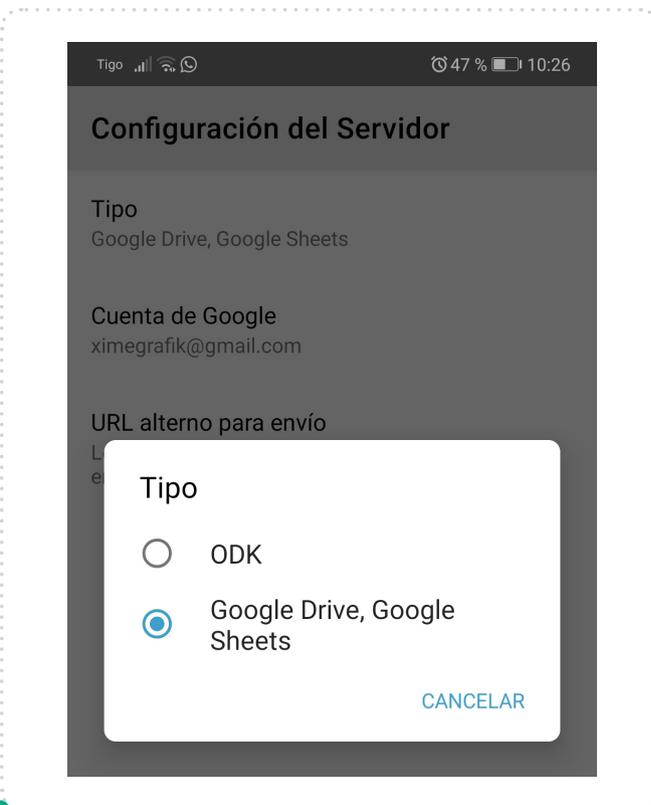

Figura 3. Escoger google drive
- Aparecerá una ventana y luego seleccione Ajustes [Figura 3].
- En la opción Tipo, elija **“Google Drive, Google Sheets”** [Figura 3].